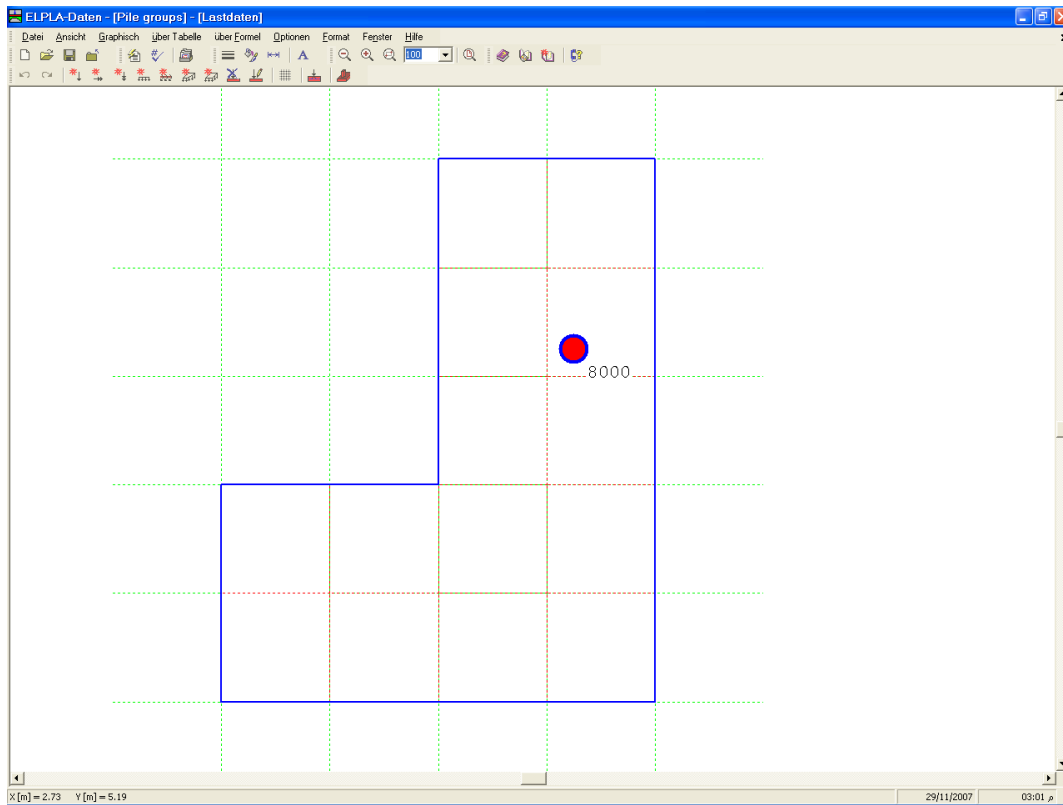

Bild 11-34 Einzellast auf dem Bildschirm
Nach der Definition aller Lastdaten sollte der Bildschirm wie das folgende Bild 11-34 aussehen.
- Wählen Sie "Lastdaten speichern" aus dem "Datei"-Menü im Bild 11-34, um die Lastdaten zu speichern